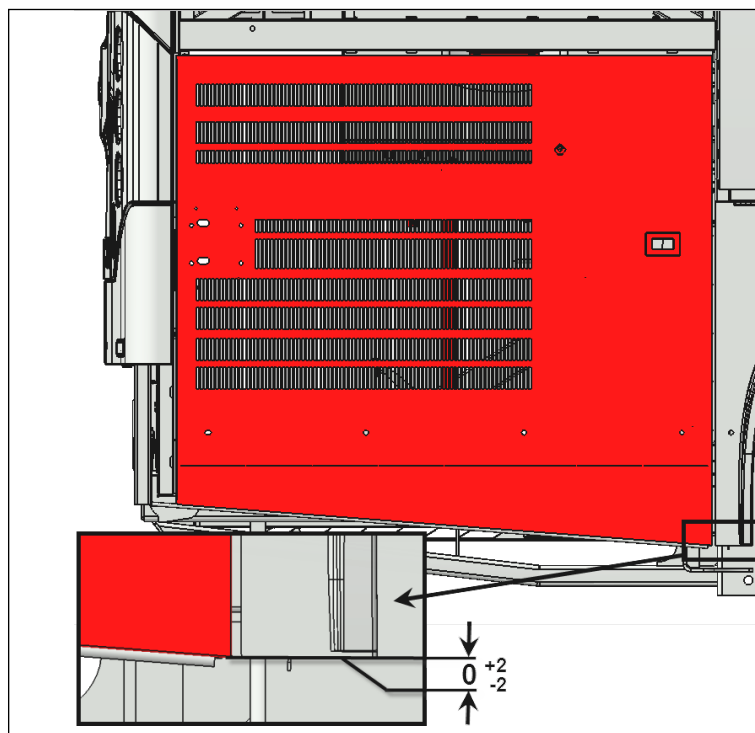

FIGURE 4
3. Le coin inférieur droit de la porte doit être à la même hauteur que le coin inférieur gauche de l'aile arrière (Figure 4)